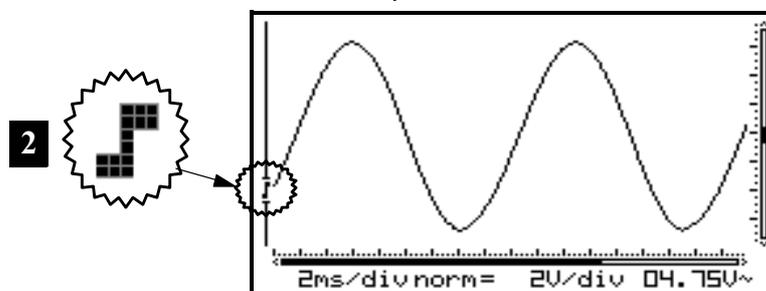

Fig 42
**2. Arranque en el flanco descendente de la señal:** la pantalla visualiza la señal solamente cuando detecta un flanco negativo, es decir, la señal tiene que cambiar de arriba hacia abajo para provocar el arranque. (Fig. 42)